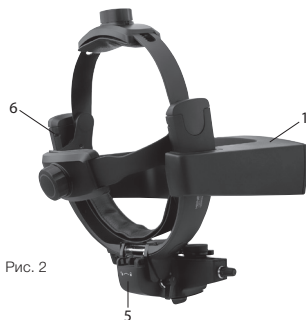

Рис. 2
Для зарядки вставьте непрямой бинокулярный офтальмоскоп OMEGA 600 (5) в настенное зарядное устройство CW1 (1), как показано на рис. 2. Индикатор контакта (2) на настенном зарядном устройстве CW1 (1) указывает на контакт с OMEGA 600 (5). Индикатор состояния заряда (6) расположен на батарейном отсеке OMEGA 600.